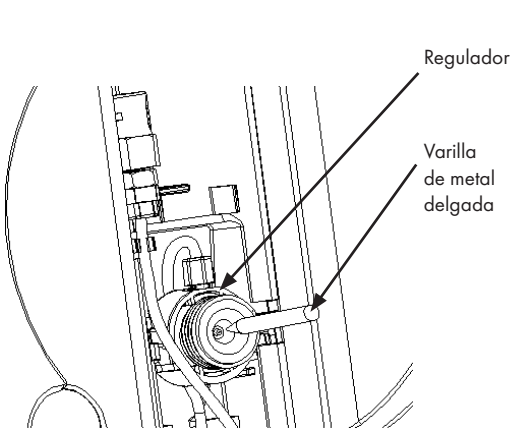

Figura 24
1. Retire la junta tórica con una varilla metálica fina (consulte la Figura 24) y retire el perno de perforación. Asegúrese de que ningún otro componente del regulador de presión de gas esté dañado.